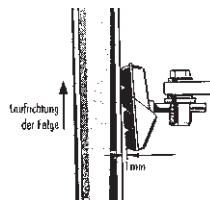

Abb. 2
- Die Bremsbeläge sollten in einem Abstand von 1 mm unter der Felgenoberkante anliegen und leicht schräg zur Felge montiert werden (s. Abb. 2).